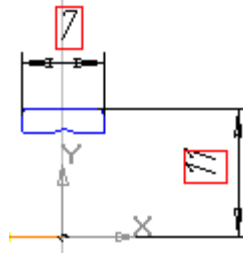

Рисунок 4.7 – Ескіз зовнішнього кільця
8. Виділіть отриманий ескіз зовнішнього кільця рамкою і виберіть команду **Виправлення – Копіювати**. Вкажіть базову точку (точку, за яку зручніше за все позиціонувати дане зображення) із прив'язкою до початку координат (рис. 4.7).